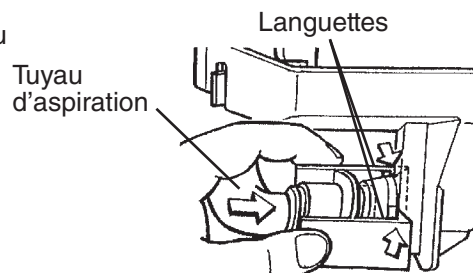

Fig. 32
7. Rebranchez le tube d'aspiration comme illustré. Voir Fig. 32. Assurez-vous que les languettes se verrouillent en place; un raccord lâche peut provoquer une fuite d'eau.